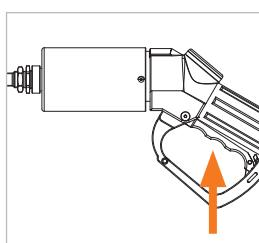

Abbildung 11
- ▶ Ziehen Sie den Betätigungshebel (Pos. 6) am Handgriff (Pos. 7) vollständig in die ON-Position hoch (*Abbildung 11*), bis dieser hörbar einrastet.